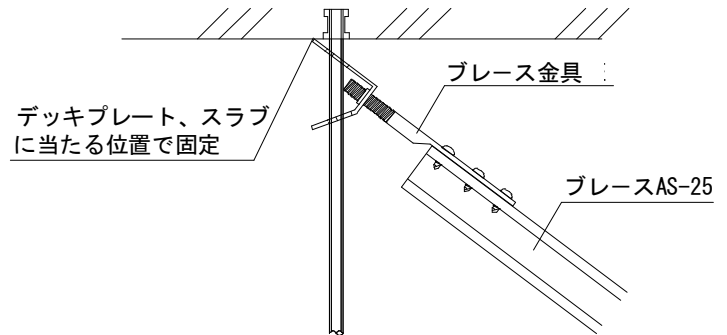

図2-23 ブレースの取付け
- ④ ブレース金具を吊ボルトに掛けてから、上部までスライドさせます。ブレース材を回すと、ブレース金具のネジが締まります。固定位置はインサート、スラブにブレース金具が当たるまでとします。(図2-23 参照)